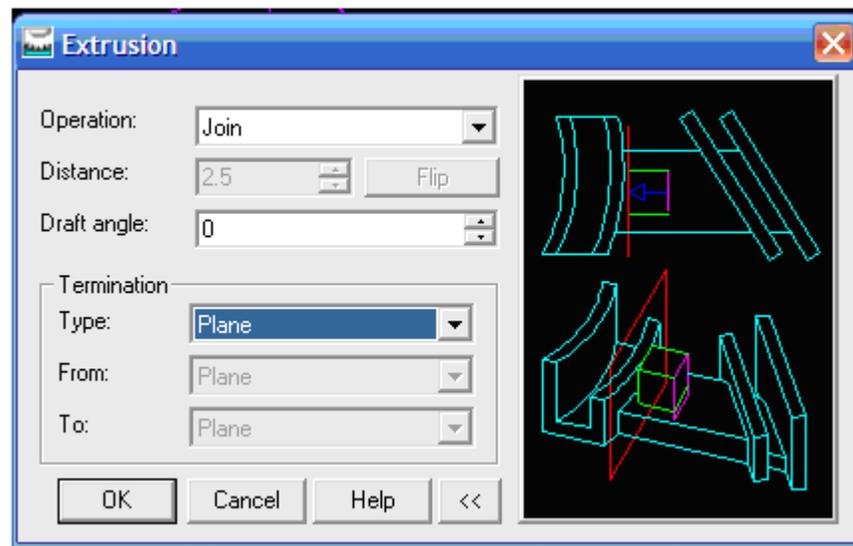

Figura 96
21. En la barra de herramientas *Part Modeling* seleccionamos el comando *Extrude* con un clic con el botón izquierdo del mouse. en la venta que aparece seleccionamos la operación *Join* y *Plane* como el método de terminado, damos un clic al botón *OK* para terminar el proceso de extruido, como se muestra en la figura 96.